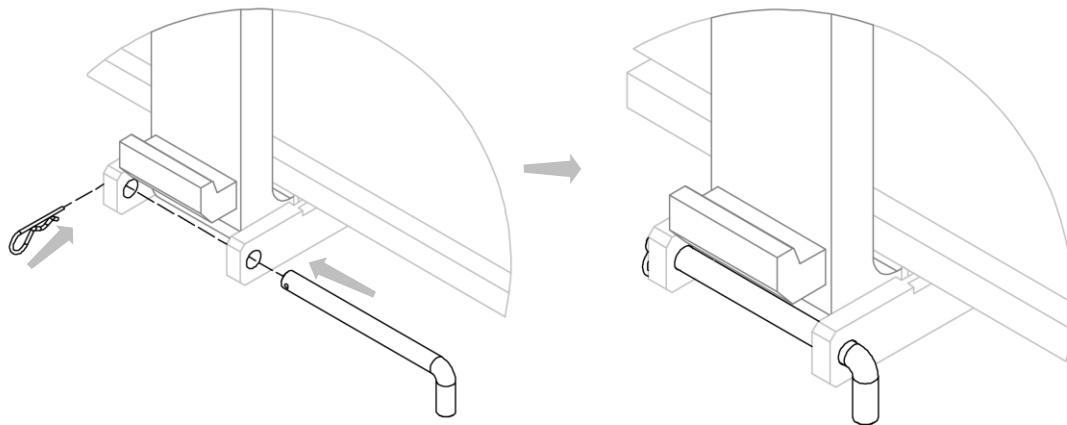

Figura 9
5. Cerrar los topos de las horquillas (mira *Figura 9*).